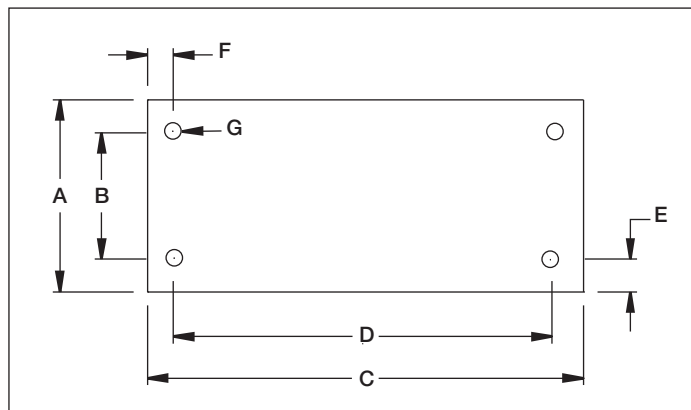

Figuur 2, ZG Ontluchttingsinstallatie
4.1 Ontluchttingsdop reservoir (zie figuur 2)
Controleer het oliepeil vóór het opstarten van de pomp en vul zonodig olie bij door de vulpoortdop te verwijderen. Zorg er te allen tijde voor dat de cilinders volledig ingetrokken zijn voordat vloeistof aan het reservoir wordt toegevoegd. Zie figuur 2.